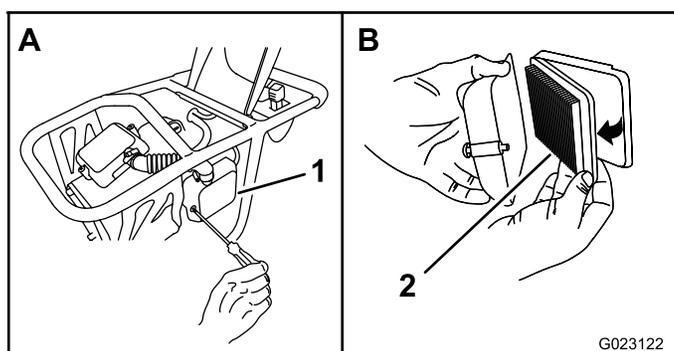

Figure 17
1. Enlevez les vis de fixation du couvercle au boîtier du filtre à air (Figure 17).
2. Déposez le filtre à air du boîtier comme montré à la Figure 17.